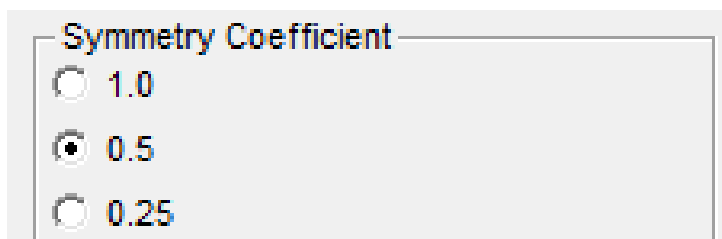

Рис. 11 Установка крепежа Рутмана с симметрией
- Крепеж Рутмана с симметрией (Рис. 11) не поддерживаются и не распознаются программой. Разработчик не планирует добавлять его поддержку.